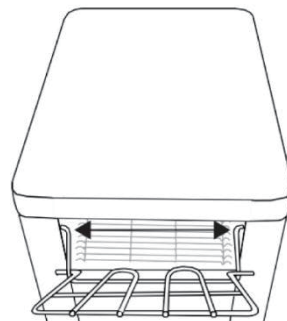

Abb. 1
1. Die Arme der Zuführung drücken und in die Montageöffnungen einführen (Abb. 1).